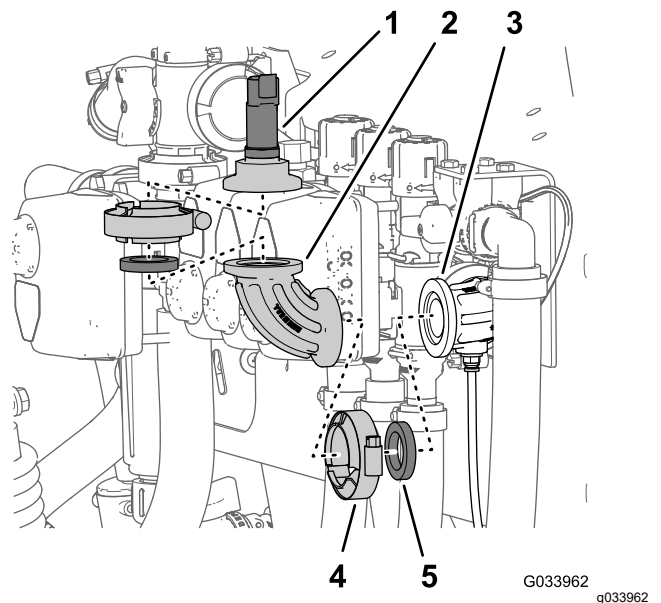

Figura 38
2. Îndepărtați clemă cu flană care fixează traductorul de presiune de fitingul de 90° și îndepărtați traductorul, garnitura și clemă cu flană (Figura 38).
4. Îndepărtați clemă cu flană care fixează fitingul de 90° de fitingul de 90° cu un conector pentru tubul cu senzor și îndepărtați fitingul de 90°, garnitura și clemă cu flană (Figura 38).